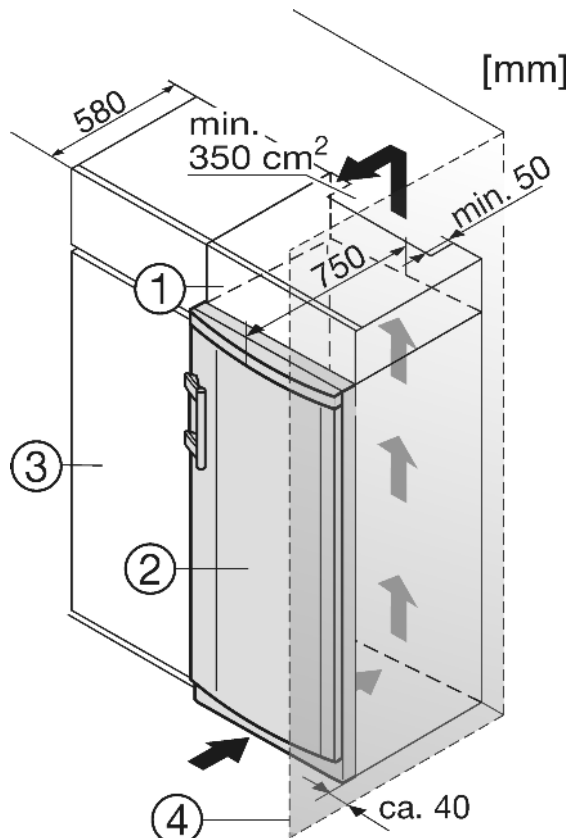

Fig. 9
- (1) Opbouwkast
- (2) Apparaat
- (3) Keukenkast
- (4) Wand
Het apparaat Fig. 9 (2) kan worden ingebouwd in de keuken. Om het apparaat aan de hoogte van het keukenblok aan te passen, kunt u er een passende opbouwkast Fig. 9 (1) op plaatsen.
Plaats u het apparaat met de scharnierkant naast een muur Fig. 9 (4), dan moet de afstand tussen apparaat en muur minstens 40 mm bedragen. Dit in verband met het uitsteken van de deurgreep bij een geopende deur.